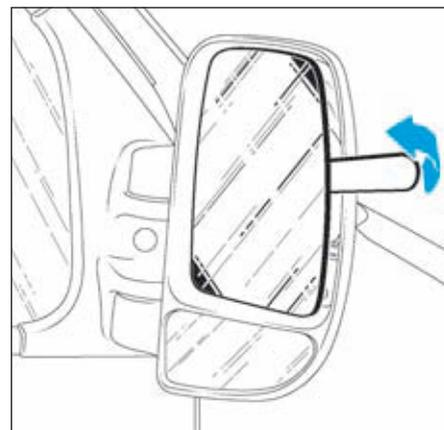

FIG.83
- Insérer une lame en plastique ou en bois (Fig.83).